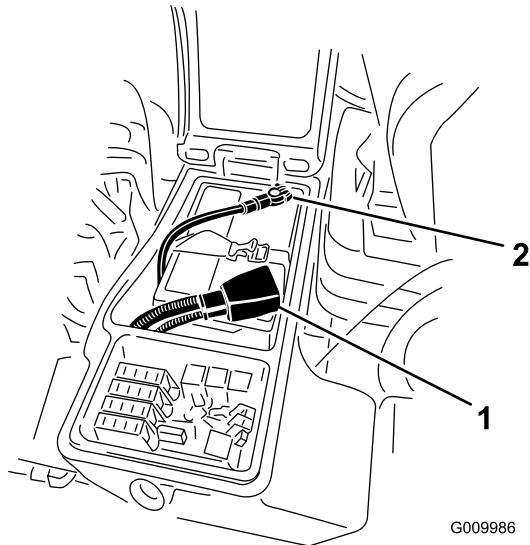

Рисунок 61
4. Подсоедините положительный кабель (красный) к положительной клемме (+), а отрицательный кабель (черный) – к отрицательной (–) клемме аккумуляторной батареи (Рисунок 61).